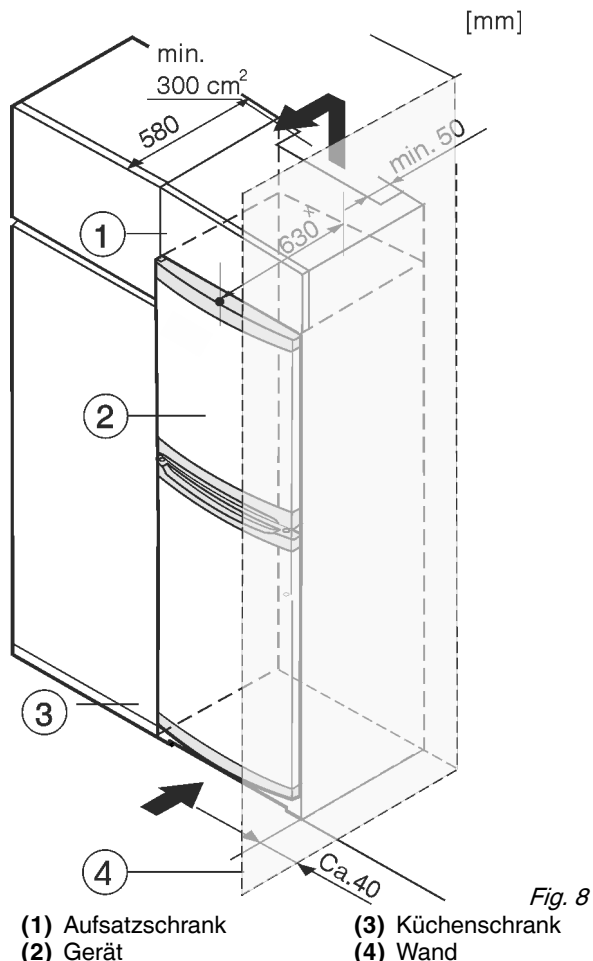

Fig. 8
- (1) Aufsatzschrank
- (2) Gerät
- (3) Küchenschrank
- (4) Wand
Das Gerät kann mit Küchenschränken umbaut werden. Um das Gerät Fig. 8 (2) der Küchenzeilenhöhe anzugleichen, kann über dem Gerät ein Aufsatzschrank Fig. 8 (1) angebracht werden.
Beim Umbau mit Küchenschränken (Tiefe max. 580 mm) kann das Gerät direkt neben dem Küchenschrank Fig. 8 (3) aufgestellt werden. Das Gerät steht seitlich 34 mm * und in der Gerätemitte 50 mm * gegenüber der Küchenschrankfront vor.
Wenn das Gerät mit den Scharnieren neben einer Wand *Fig. 8 (4)* aufgestellt wird, muss der Abstand zwischen Gerät und Wand mindestens 40 mm betragen. Dies entspricht dem Griffüberstand bei geöffneter Tür.